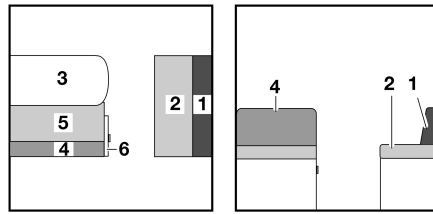

Bild 120 Vor dem Umbau
- Tisch (Bild 120,3) vergrößern und zum Bettunterbau umbauen (siehe Abschnitt 7.7).
- Griff ziehen und Klappe (Bild 120,6) öffnen.